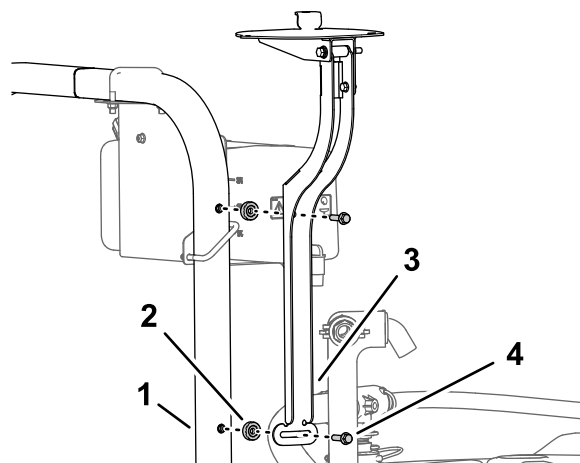

图156
1. 如图156所示用凸缘头螺栓 $\frac{3}{8}$  x  $\frac{1}{2}$  英寸将接收器安装支架和隔片 $\frac{3}{8}$  x  $\frac{7}{16}$  英寸安装到翻车保护杆上。